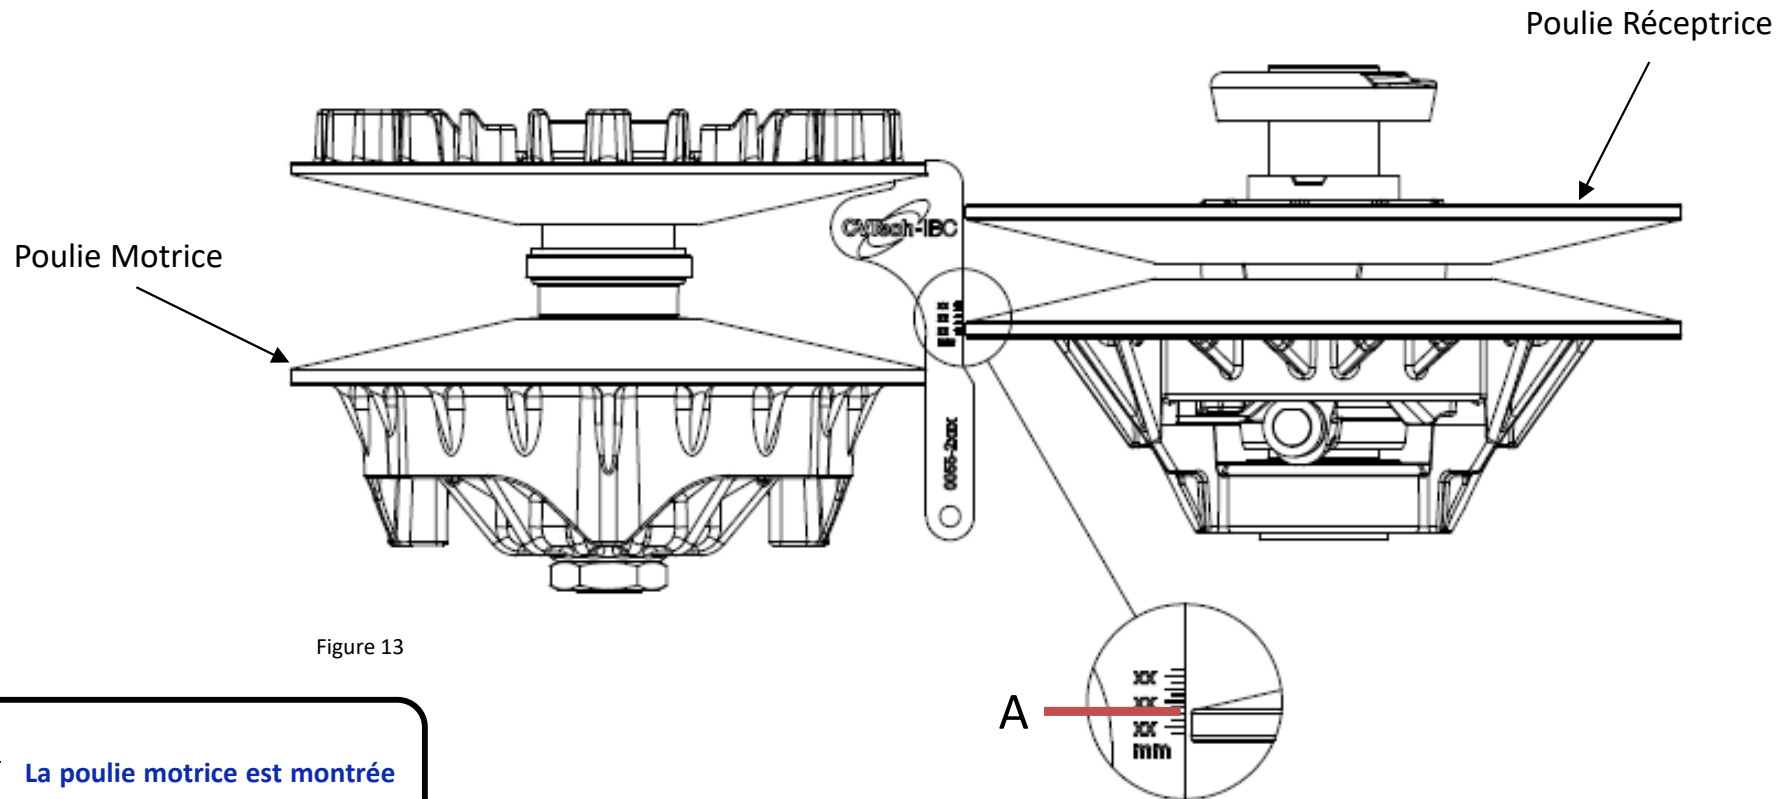

Figure 13
- Une fois l'installation terminée, vérifiez l'alignement entre les poulies avec l'outil d'alignement. Assurez-vous d'obtenir la cote A (figure 13) et le numéro de pièce de l'outil d'alignement approprié (reportez-vous au manuel du propriétaire pour les deux).